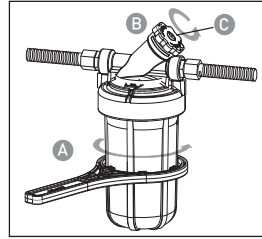

图7
- 将瓶身适当拧入瓶盖中(如图7-A)。切勿过紧!
- 将瓶身旁通阀逆时针慢慢旋转二分之一圈令原水经过滤芯以确保过滤。(如图7-B)。按下减压钮以释放瓶内空气(如图7-C)。请务必在使用前冲洗5分钟。